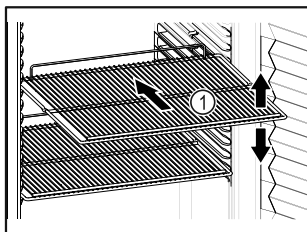

Fig. 82 Príklad zobrazenia
- ☐ Ak sa dajú odkladacie rošty Fig. 82 (1) premiestniť, prispôbte výšku.